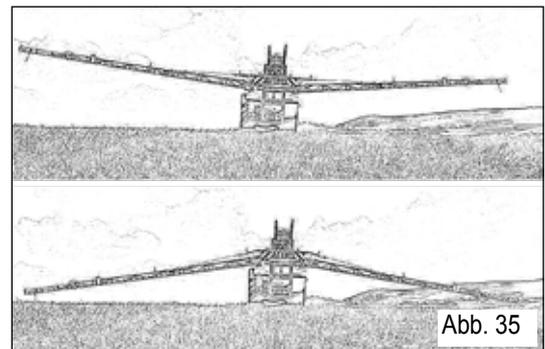

Abb. 35
2. Verwenden Sie den Fahrwerkversteller, um das Gestänge so gut wie möglich an das Gefälle des Geländes anzupassen (Abb. 35).
3. Verwenden Sie zu demselben Zweck die variable Geometrie (Abb. 35).